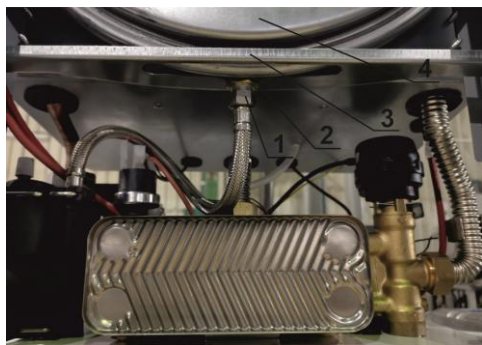

Рис. 20. Демонтаж трубы расширительного бака
- 3) ключом на 22 отвернуть гайку 1 (см. Рис. 20) трубы расширительного бака 4;